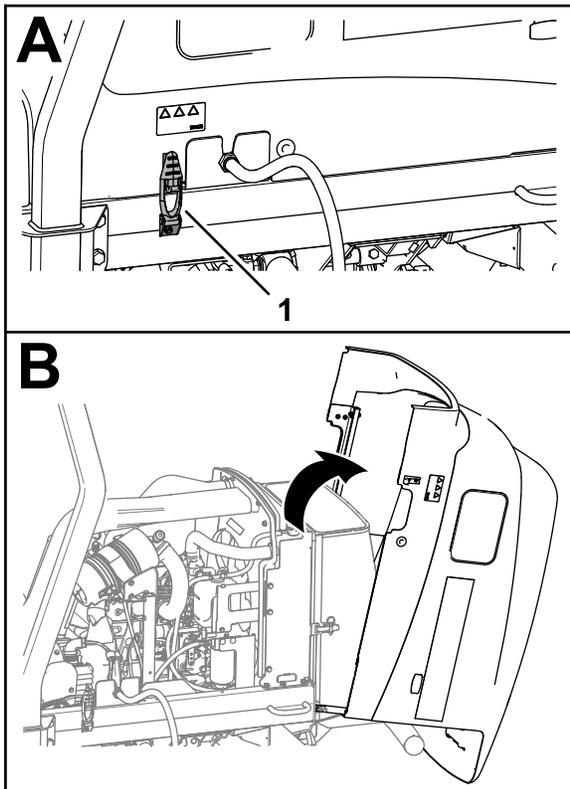

Figura 59
1. Liberate i 2 fermi del cofano (Figura 59).